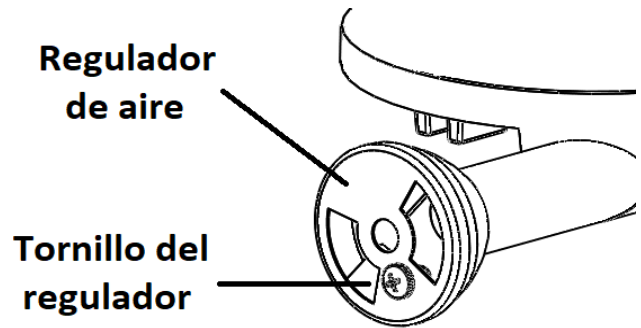

Fig. 10
3. Desatornille los sujetadores del regulador de aire de los quemadores sin retirar por completo el tornillo (fig. 10).